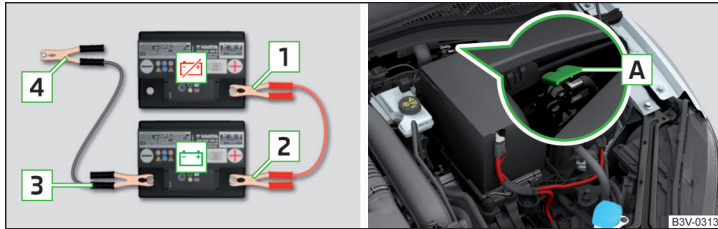

Abb. 237 Starthilfe: ☒ - entladene Batterie, ☒ - stromgebende Batterie / Massepunkt des Motors beim START-STOPP-System
- Bei Fahrzeugen **mit** dem START-STOPP-System die Klemme **4** am Massepunkt des Motors **A** befestigen » Abb. 237.